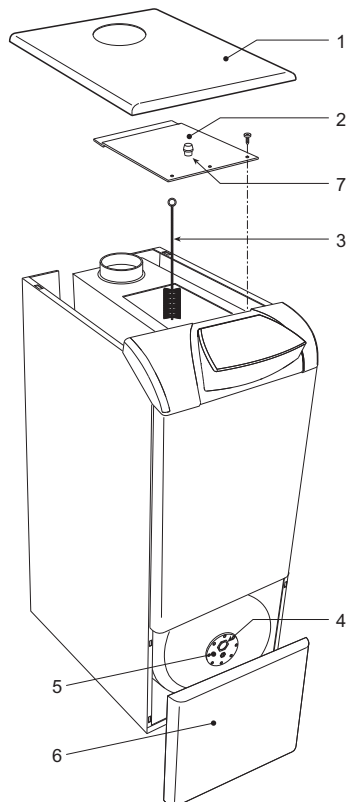

fig. 20 - Nettoyage de la chaudière
Pour assurer un bon état de propreté de la chaudière (fig. 20) :
- Démontez le panneau avant du ballon (6 - fig. 20).
Pour vérifier le degré de détérioration de l'anode en magnésium (4 fig. 20) directement de l'extérieur, dévisser le flasque du ballon (après avoir coupé l'arrivée d'eau chaude sanitaire et vidé le ballon).
Un point de prélèvement des fumées a été prévu à l'intérieur de la chaudière, dans la partie supérieure de l'antirefouleur (rep. 7 - fig. 20).